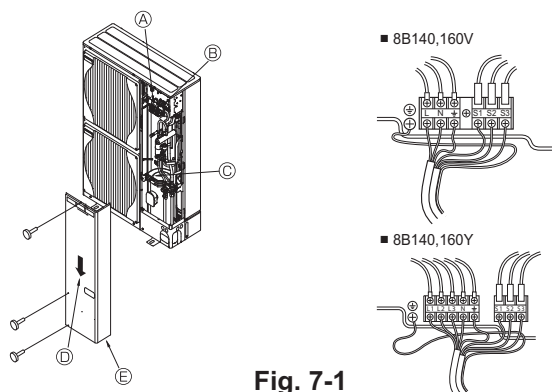

Fig. 7-1
### 7.1. Наружный прибор (Fig. 7-1)
① Снимите защитную панель.
② Проведите кабели согласно Fig. 7-1.